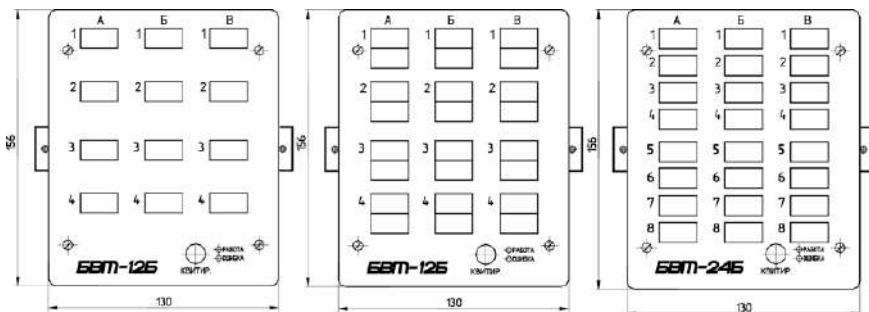

Рис. 5.1. Вид спереди
5.4. На рис. 5.1 и 5.2 показаны внешние виды Устройства: спереди, сбоку и сзади.
6.1. Работа оператора с Устройство осуществляется с помощью средств индикации и управления, расположенных на передней панели (рис. 5.1).